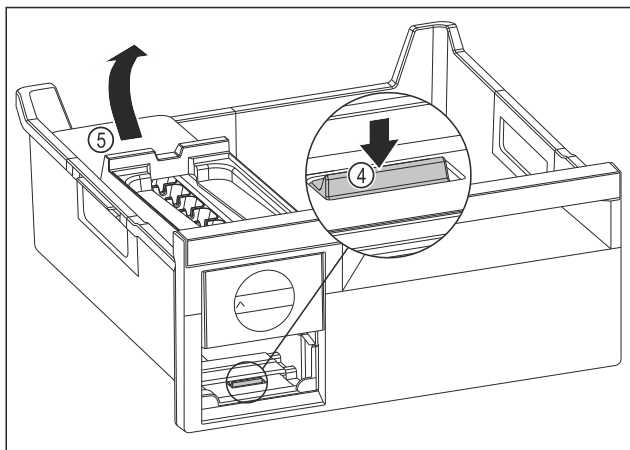

Fig. 105
- Извлеките корпус EasyTwist-Ice: Надавите пальцем вниз на накладку Fig. 105 (4) и одновременно другой рукой поднимите корпус EasyTwist-Ice Fig. 105 (5) сзади.